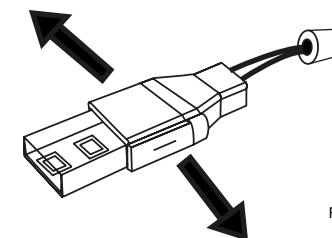

FIG 6.
6. Sluit de connector aan op de 24V led driver en schakel de spanning in om te controleren of de connector op de juiste manier is aangesloten. Controleer door lichte bewegingen of de connector stevig is verbonden met de ledstrip (zie fig 6). Als alles naar behoren functioneert, schakel dan de spanning weer uit en ga verder naar stap 7.